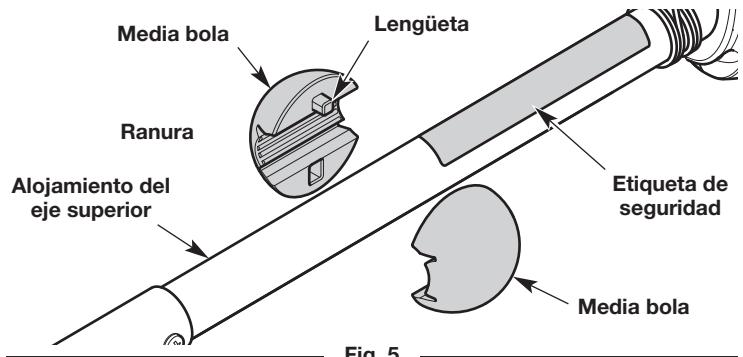

Fig. 5
- Coloque media rótula a cada lado del alojamiento del eje superior (Fig. 5). Alinee cada lengüeta con su correspondiente ranura de la media bola opuesta (Fig. 5). Junte las dos medias bolas. Compruebe que la bola esté ubicada más allá del extremo de la etiqueta de seguridad (Fig. 5).